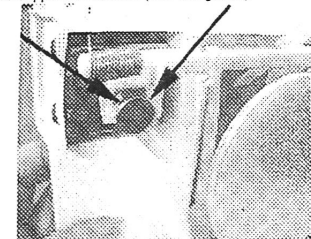

Figure 9
19. Faites tourner la gâche de porte pour qu'elle s'insère dans la gorge du plongeur du solénoïde (Voir la Figure 9).